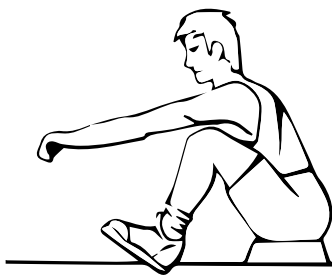

Fig. 7
- Con la schiena dritta e le braccia tese, piegare le gambe fino a raggiungere il manubrio (Fig. 7).